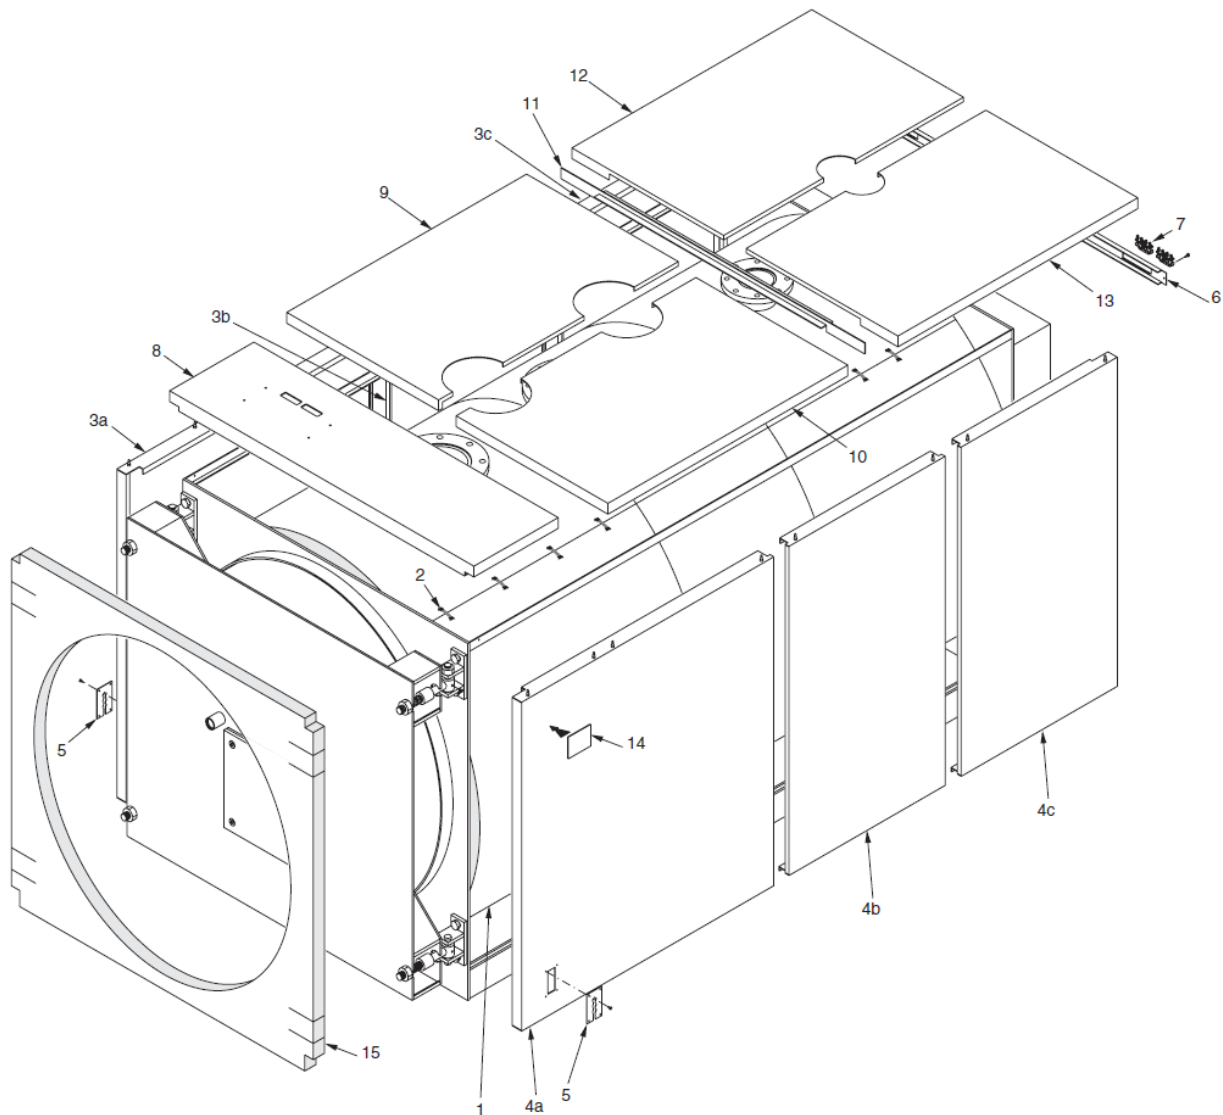

fig. 23
N.B. Pentru modelul **ELL 2650** (a se vedea fig. 23) carcasa și izolația sunt incluse în 4 cutii de carton.
Etapele de montare (a se vedea fig. 23)